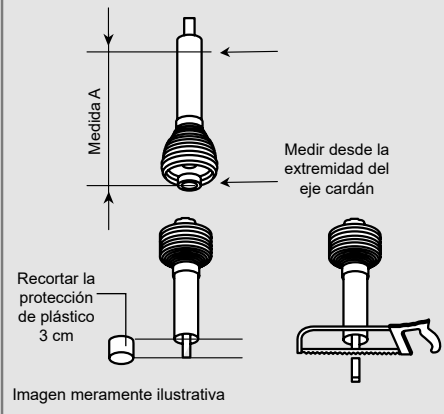

Figura 5
- ✓ La medida encontrada entre los ejes de la toma de fuerza debe ser dividida por 1,3. El valor de esta división indicará la medida A, marque el eje cardán con la medida A y corte la sobra, conforme la indicación en la imagen (Figura 5).
- ✓ Después de concluir el corte total, marque la protección de plástico del cardán macho y hembra y retire 3 centímetros solamente de la protección de plástico, cortando con una sierra, dejando el eje cardán con la punta expuesta, conforme la indicación de la imagen (Figura 5).